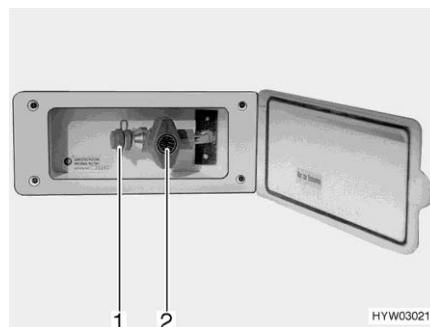

Fig. 171 Presa gas esterna (rubinetto di arresto del gas chiuso)
- Collegare l'apparecchio a gas esterno all'attacco (Fig. 171,1).
- Aprire il rubinetto di arresto del gas (Fig. 171,2).